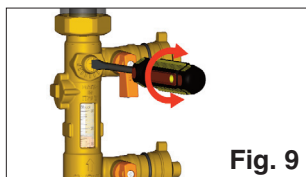

Fig. 9
- Au moyen d'un tournevis, tourner la vis indiquée à la figure 9 jusqu'à atteindre la valeur désirée affichée par l'indicateur à flotteur (figure 10) ;